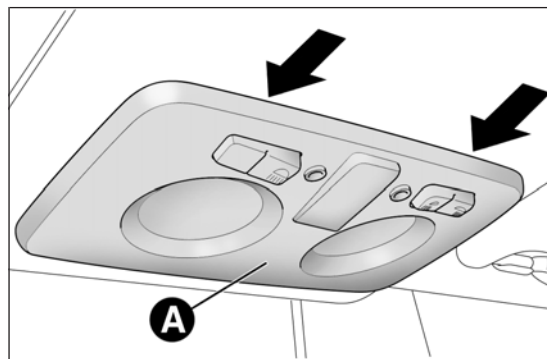
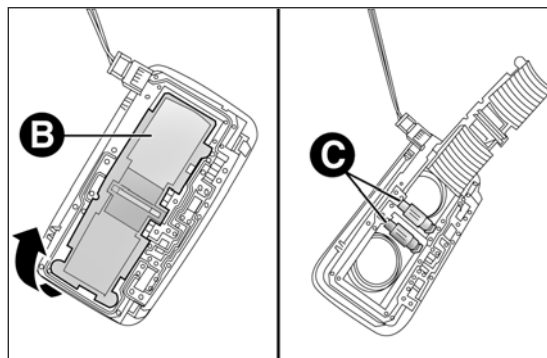

fig. 150
fig. 151
- ❑ rimuovi la plafoniera A fig. 150 agendo nei punti indicati dalle frecce;
- ❑ apri lo sportellino B fig. 151, sostituisci le lampade C svincolandole dai contatti laterali. Accertati poi che le nuove lampade risultino correttamente bloccate tra i contatti stessi;
- ❑ richiudi lo sportellino B fig. 151 e fissa la plafoniera A fig. 150 nella sua sede accertati dell'avvenuto bloccaggio.